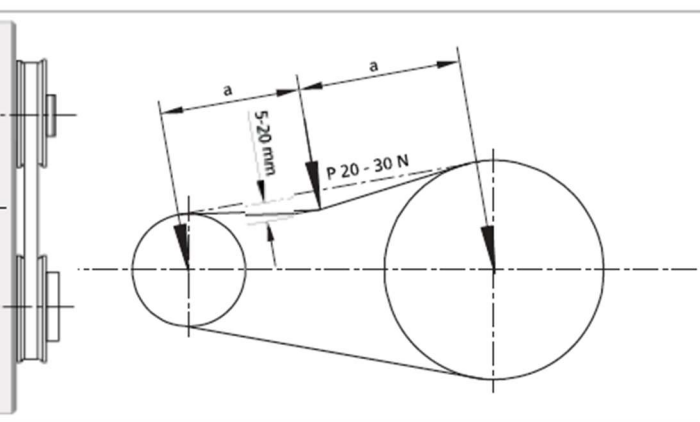

Fig. 8-2: Tension des poulies et tension de la courroie trapézoïdale
4. Réglez la tension de la courroie trapézoïdale (réglez à l'aide d'un appareil de mesure) (Fig. 8-2).
La tension de la courroie s'élève, lors d'une sollicitation de $P = 20 - 30 \text{ N}$, selon l'entraxe, voir Fig. 8-2).